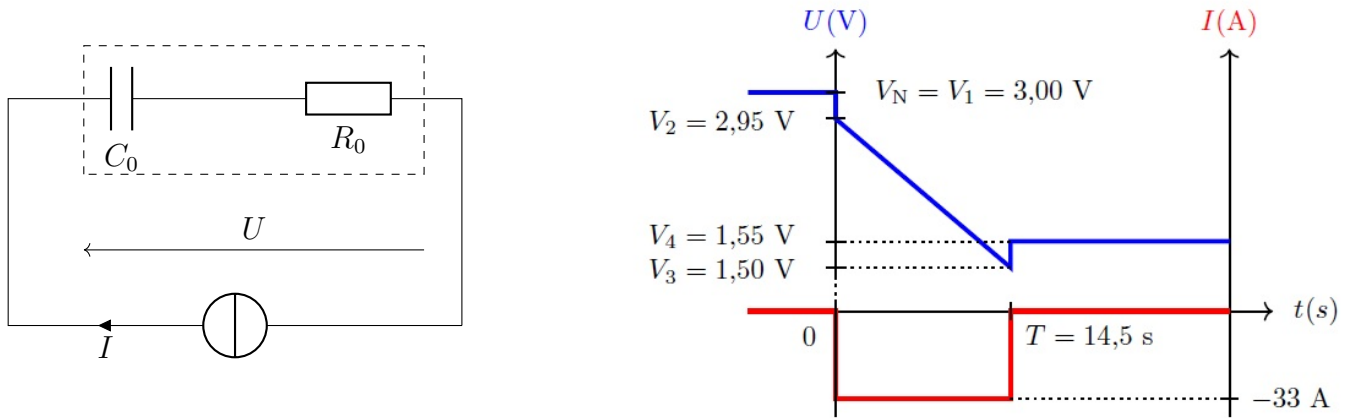

FIGURE 4 – a) Montage expérimental pour l'étude des caractéristiques du supercondensateur
- Q16. Citer et exploiter une propriété de la tension aux bornes d'un condensateur pour déterminer la résistance R_0 . On donnera une expression littérale de R_0 et on calculera sa valeur numérique grâce aux données de la figure 4.
- Q17. Donner la loi intensité-tension du condensateur en convention récepteur. L'intégrer entre $t = 0^+$ et $t = T^-$ (voir figure 4) pour déterminer la capacité du condensateur C_0 . On donnera une expression littérale de C_0 , on calculera sa valeur numérique grâce aux données de la figure 4 et on vérifiera avec la mention figurant sur la figure 5.